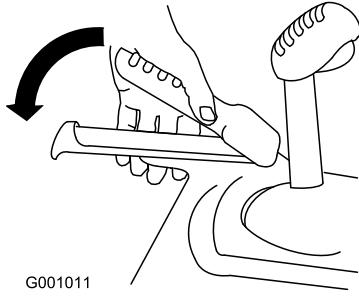

Figura 28
- Per innestare il comando della trazione premete la leva sinistra (trazione) contro l'impugnatura (Figura 28).